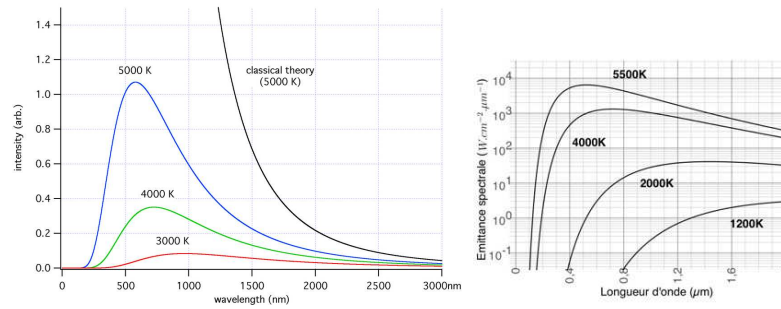

Figure 8. Loi de Planck
- Sur la figure 8, on remarque :